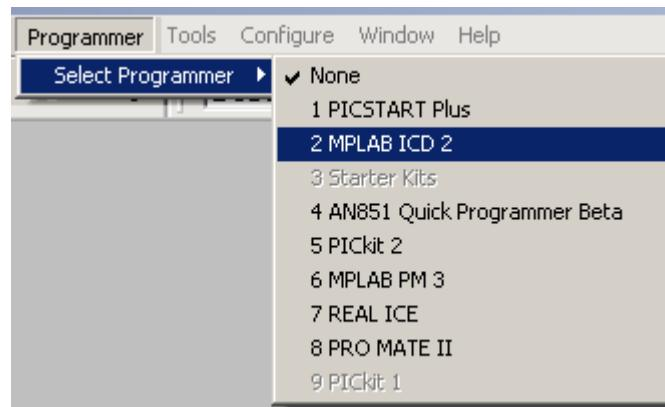

Figura 3.46 - Seleção do módulo de gravação.
- 2) Sem alterar o código, vá ao menu **Programmer** -> **Select Programmer** -> **2 MPLAB ICD2**. (Figura 3.46)